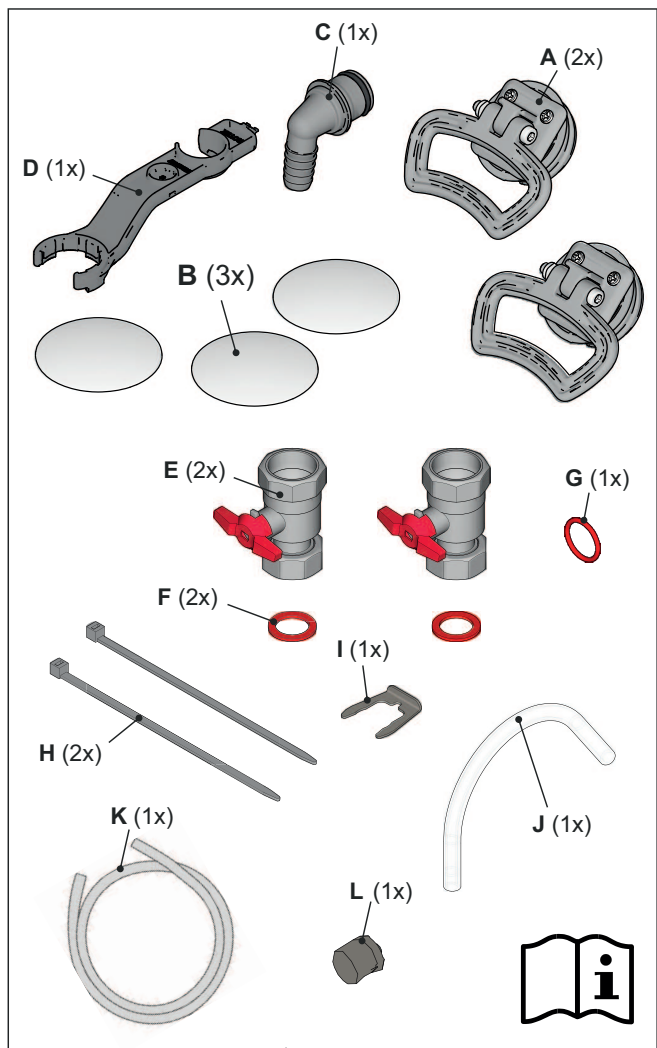

Bild 14-5 Inhalt Zubehörbeutel
- Zubehörbeutel (siehe Bild 14-5),